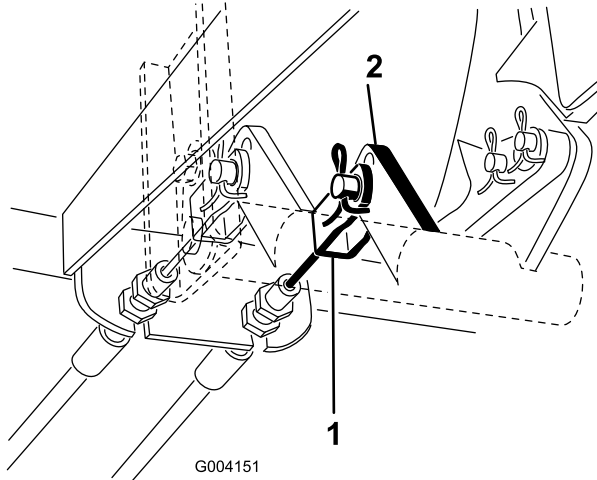

Figura 67
2. Desconecte el cable de freno izquierdo del pedal de freno (Figura 67) y ponga el freno de estacionamiento.